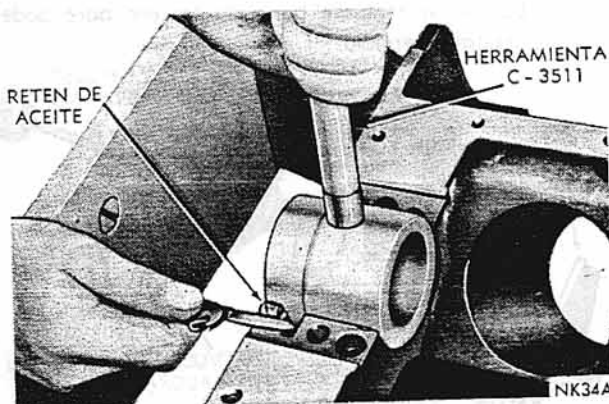

Fig. 41 - Corte del Retén de Aceite del Cojinete trasero.
3. Téngase la herramienta en esta posición y córtese la parte del retén que sobresale del bloque, de ambos lados (Fig. 41).